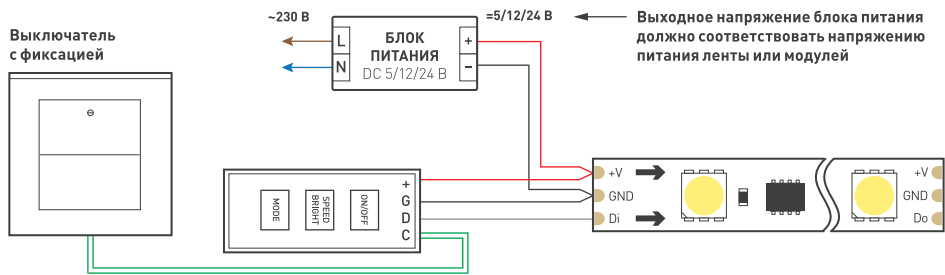

Рис. 1. Подключение одной SPI-ленты с током потребления менее 2 А
- 3.2. Выберите схему подключения контроллера (см. рис. 1, 2) в зависимости от условий использования и количества подключаемых лент.